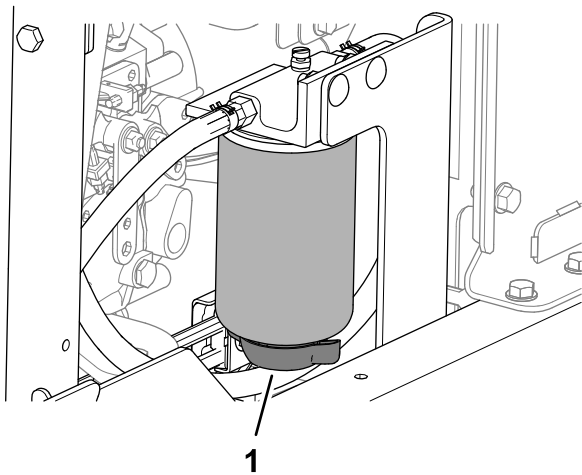

Figure 84
3. Placez un bac de vidange sous le robinet de vidange du séparateur eau-carburant (Figure 84).